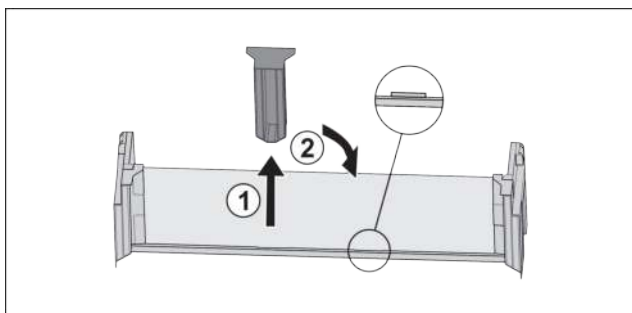

Fig. 54
- Mittleres Halteteil abziehen Fig. 54 (1).
- Mittleres Halteteil auf zweiter Position einsetzen Fig. 54 (2).